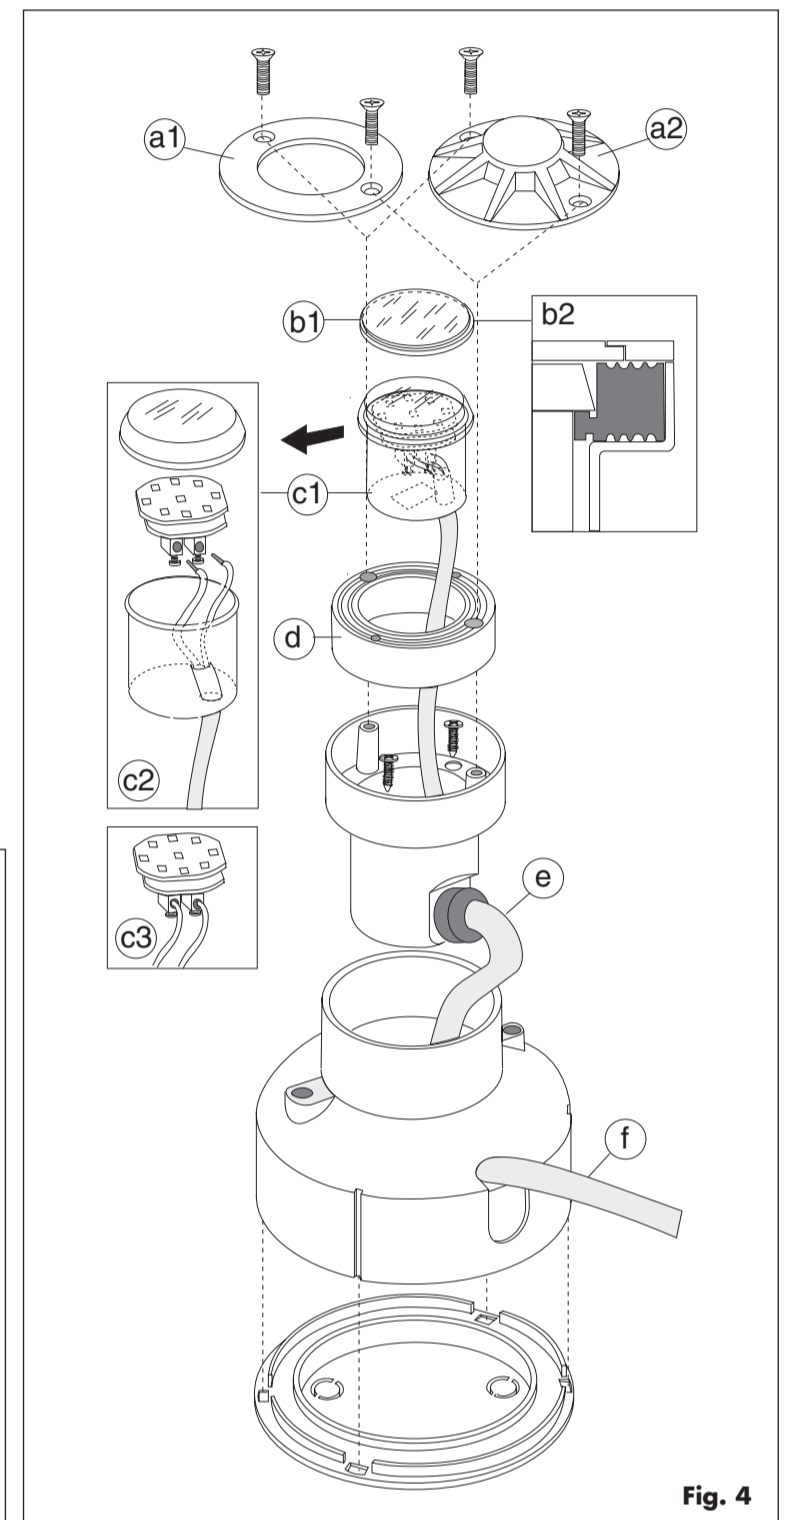

Fig. 4
6. Togliere il vetro sabbiato (fig. 4b1/b2).
7. Togliere la scheda led con il coperchietto posto su essa (fig. 4c1-4c2).
11. Collegare i cavi di rete alla morsetteria e stringere le viti (fig. 4c3).
14. **(per la versione con calotta di emissione - radente)** Apporre la calotta sul corpo e stringere le viti (fig. 4a2); **(per la versione con vetro - assiale)** Inserire il vetro nell'anello di chiusura e riavvitare l'anello al corpo attraverso i fori della guarnizione (fig. 4b2).
6. Remove the frosted glass (fig. 4b1/b2).
7. Remove the LED card with its cover (fig. 4c1-4c2).
11. Connect the supply cables with the terminal block and tighten the screws (fig. 4c3).
14. **For the version with cover for horizontal emission** Place the cover on the housing and tighten the screws (fig. 4a2); **(for the version with glass - vertical emission)** Insert the glass in the trim and place the trim on the housing, tightening the screws (fig. 4b2).
6. Enlever le verre sablé (fig. 4b1/b2).
7. Enlever la carte LED avec son couvercle (fig. 4c1-4c2).
11. Connecter les câbles de réseau à la borne et serrer les vis (fig. 4c3).
14. **(pour la version avec calotte pour émission rasante)** Placer la calotte sur le corps et serrer les vis (fig. 4a2); **(pour la version avec verre - axial)** Insérer le verre dans l'anneau et avviser l'anneau sur le corps avec les vis (fig. 4b2).
6. Das mattiertes Glas abnehmen (fig. 4b1/b2).
7. Die LED Karte und seine Schutzkappe entfernen (fig. 4c1-4c2).
11. Die Kabeln an die Verbindungsklemme anschließen und die Schrauben festdrehen (fig. 4c3).
14. **(für die Ausführung mit Kappe für horizontale Lichtverteilung).** Die Kappe auf das Gehäuse setzen und den Schrauben festdrehen (fig. 4a2); **(für die Ausführung mit Glas - vertikale Lichtverteilung)** Das Glas in den Abdeckung einsetzen und die Ring wieder an das Gehäuse befestigen durch die Schrauben in die öffnungen der Dichtung anzudrehen (fig. 4b2).
6. Sacar el vidrio (fig. 4b1/b2).
7. Sacar la placa LED con su tapa (fig. 4c1-4c2).
11. Conectar los cables de red con el borne y cerrar los tornillos (fig. 4c3).
14. **(para la versión con cubierta de emisión - horizontal)** Poner la cubierta sobre el cuerpo y cerrar los tornillos (fig. 4a2); **(para la versión con vidrio - emisión vertical)** Introduzca el vidrio en el aro y fijar el aro sobre el cuerpo con los tornillos en los agujeros de la guarnición (fig. 4b2).